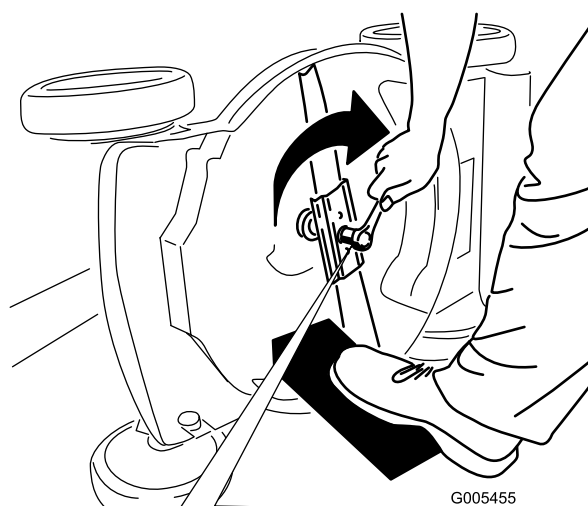

Figure 53
5. Montez la nouvelle lame et toutes les fixations (Figure 53).